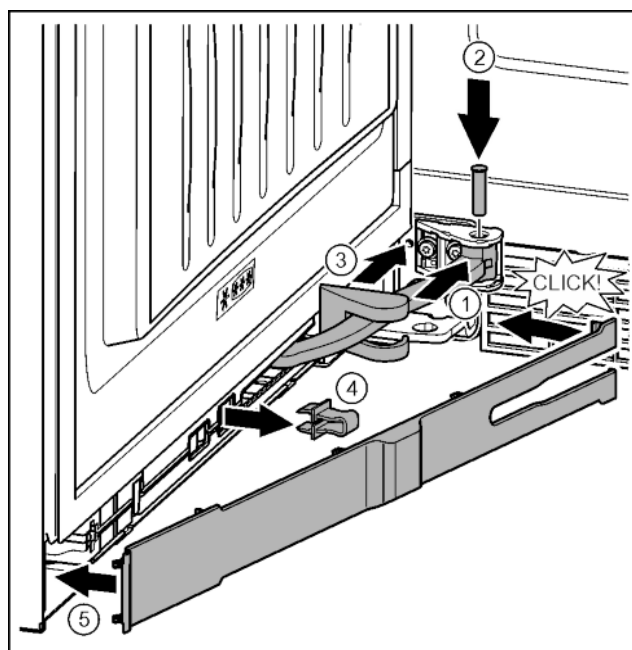

Fig. 39
- ▶ Otočte kloub v závěsu. Fig. 39 (1)
- ▶ Šroubovákem T15 vložte čep do závěsu a kloubu. Přitom dávejte pozor, aby byla zajišťovací vačka správně usazena v drážce. Fig. 39 (2)
- ▶ Posuňte kryt stojanu ložiska podél kloubu a namontujte nad závěsem. Fig. 39 (3)
- ▶ Pojistku vytáhněte. Fig. 39 (4)
- ▶ Záslepka na straně madla nasadte a sklopte. Fig. 39 (5)